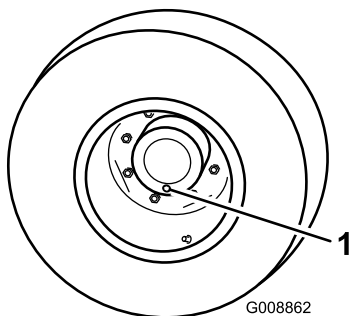

Figure 42
1. Placez la machine sur une surface plane et horizontale et tournez la roue de sorte que le bouchon de contrôle/vidange (Figure 42) se trouve à 6.00 heures.